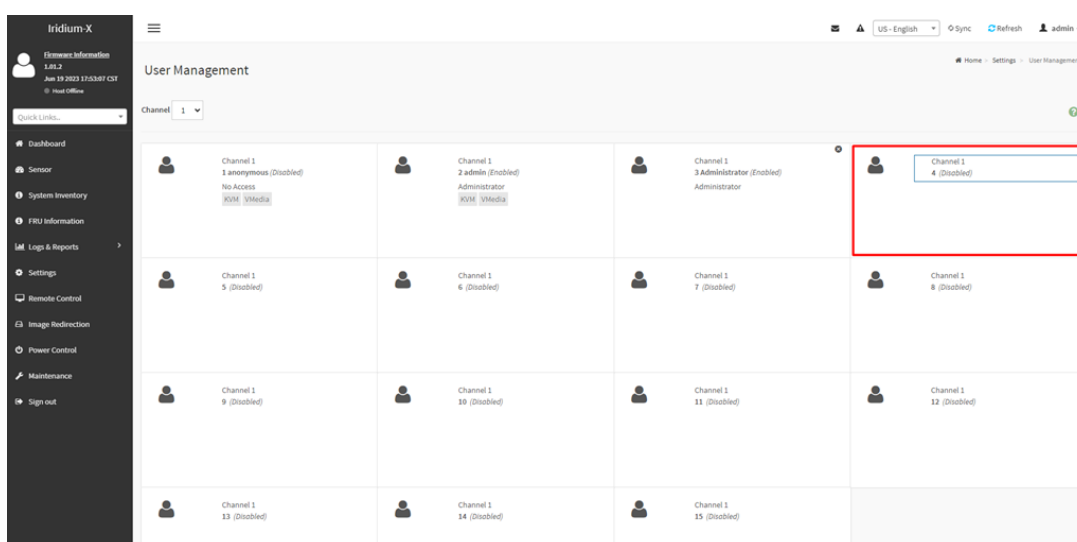

Рисунок 48 – Окно управления пользователями
- Нажать на изображение силуэта (см. Рисунок 48).